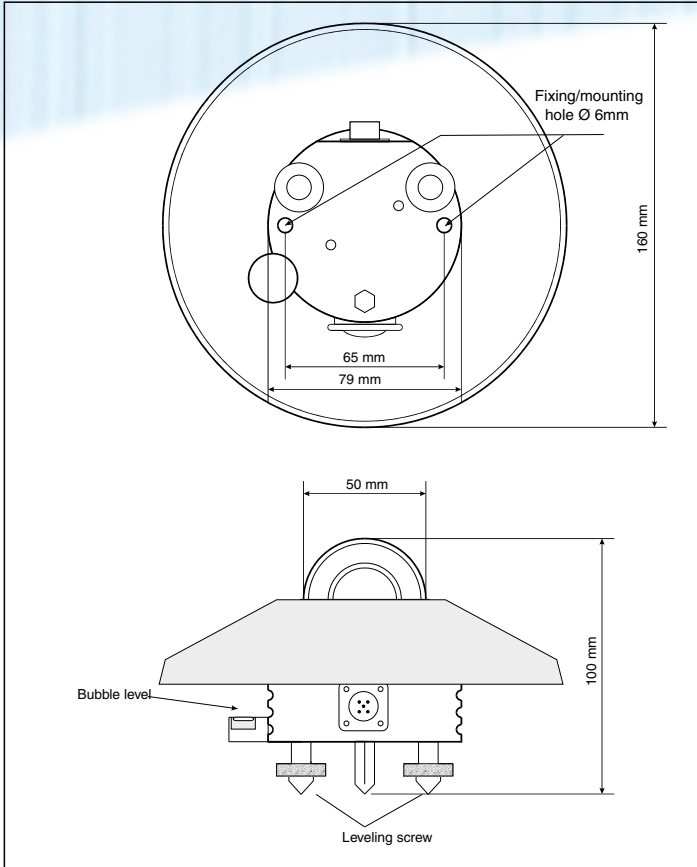

Fig. 4
- O radiômetro LP UVB 02 é fornecido com um nível de quadrante para realizar um nivelamento horizontal preciso. O ajuste é feito por meio de dois parafusos niveladores que permitem ajustar a inclinação do radiômetro. Usar os dois furos de diâmetro 6mm e distância interaxial de 65mm-para montar o instrumento num plano. Remover o disco sobreado para acessar os furos e reposicioná-lo após a montagem (veja Fig. 4).
Dimensões	Fig. 4